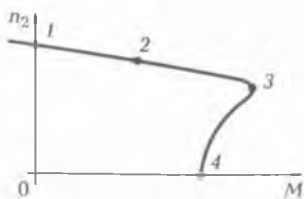

Рис. 7.8. Механическая характеристика асинхронного двигателя
**Механическая характеристика** — это зависимость, показывающая, как меняется частота вращения ротора при изменении момента на валу двигателя,  $n_2 = f(M)$  (рис. 7.8).
Асинхронные двигатели имеют жесткую механическую характеристику, так как частота вращения ротора (участок 1—3) на рис. 7.8 мало зависит от нагрузки на валу. Это одно из достоинств этих двигателей.